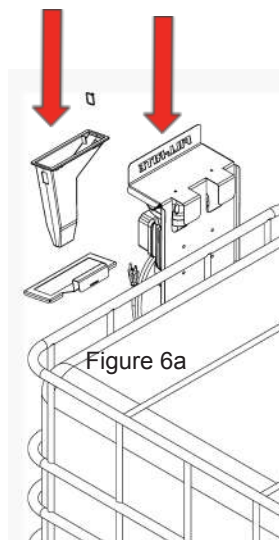

Figure 6a
6. Accrocher le support de pistolet à la cage IBC à l'emplacement souhaité. Fixer à la cage avec le serre-câble fourni (Figure 6a).
7. Insérer le godet de pistolet dans le support de pistolet et l'enclencher dans l'ouverture. Mettre de l'eau dans le godet pour empêcher l'urée de cristalliser dans le pistolet (Figure 6a).